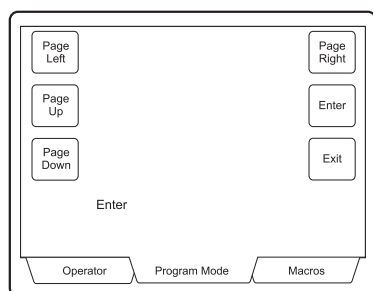

Figure 8: Menu matrice
2. Appuyez ensuite sur la touche logicielle MATRIX MENUS (MENUS MATRICES). Le menu matriciel s'affiche sur l'écran du clavier ADCC1100 (voir Figure 8) et le menu principal du système de commutation matricielle actuellement utilisé apparaît sur le moniteur sélectionné.